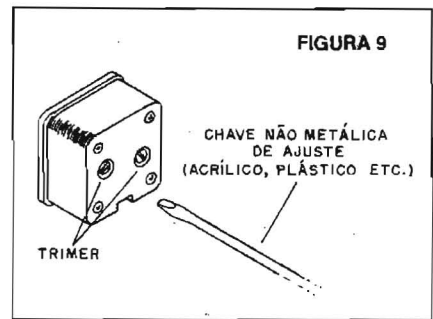

FIGURA 9
a) Sintonize uma estação a médio volume (ou use o gerador de sinais) e com uma chave não metálica ajuste o trimer de antena. (figura 9)